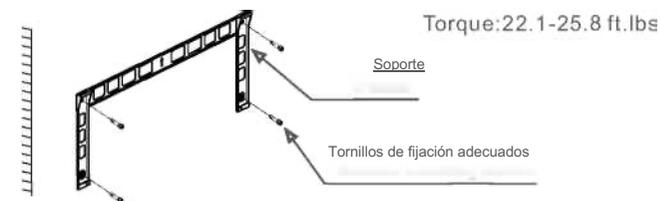
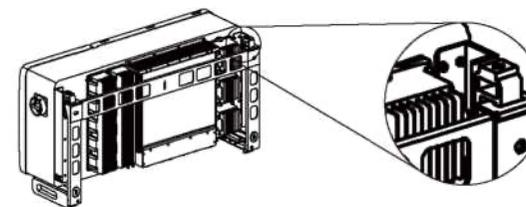

Figura 3.6 Montaje del inversor en la pared
Figura 3.7 Instale el inversor
Vea la figura 3.6 y la figura 3.7. El inversor debe montarse verticalmente.
1. Vea la Figura 3.6, taladre los orificios para los tornillos de montaje en función del diámetro del orificio del soporte utilizando un taladro de precisión manteniendo el taladro perpendicular a la pared. La profundidad máxima es de 3.5 pulgadas.
2. Asegúrese de que el soporte esté horizontal y que los orificios de montaje (en la Figura 3.6) estén marcados correctamente. Taladre los agujeros en la pared o columna según las marcas.